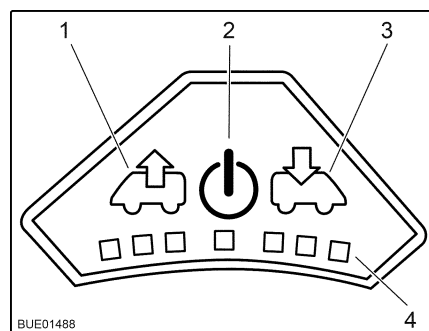

Bild 36 Bedienfeld des Ventilators
- Taste Ein/Aus (Bild 36,2) drücken. Der Ventilator läuft im Komfortmodus (Entlüften mit niedrigster Ventilatordrehzahl).
- Um die Ventilatorzahl zu erhöhen: Taste Entlüften (Bild 36,1) drücken. Die Ventilatorzahl in Entlüftungsrichtung nimmt um eine Stufe zu. LEDs (Bild 36,4) zeigen die Schaltstufen an.
- Um die Ventilatorzahl zu verringern: Taste Belüften (Bild 36,3) drücken. Die Ventilatorzahl nimmt um eine Stufe ab.
- Um die Ventilatorzahl zu erhöhen: Taste Belüften (Bild 36,3) drücken. Die Ventilatorzahl in Belüftungsrichtung nimmt um eine Stufe zu. LEDs (Bild 36,4) zeigen die Schaltstufen an.
- Um die Ventilatorzahl zu verringern: Taste Entlüften (Bild 36,1) drücken. Die Ventilatorzahl nimmt um eine Stufe ab.
- Taste Ein/Aus (Bild 36,2) drücken. Der Ventilator stoppt, die LEDs erlöschen.